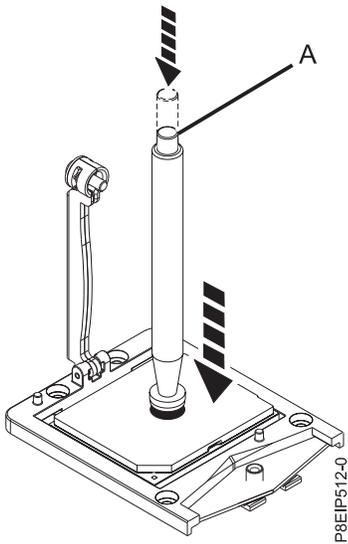

Figura 53. Bajar la herramienta de extracción en el módulo del procesador del sistema
3. Baje la herramienta de lápiz de vacío hasta el módulo de procesador del sistema que se va a instalar. Presione la parte superior del lápiz (**A**) y manténgalo en el centro del módulo de procesador del sistema, como se muestra en la Figura 53. Libere la parte superior del lápiz para fijarlo al módulo de procesador del sistema.